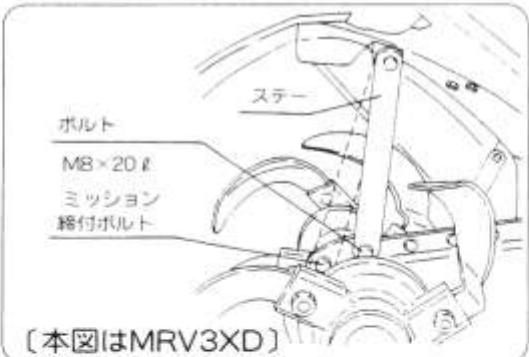

図56
- ⑤ ステーを1段上にセットしてください。(M8×20ℓボルト)(図56)
- ⑥ ミッション締付ボルトを取付けてください。(図56)